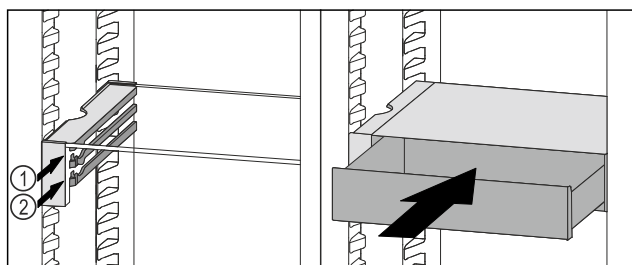

Fig. 178
- Stavite ladicu VarioSafe ukoso iza zaustavljača na željeni žlijeb Fig. 178 (1) ili Fig. 178 (2).